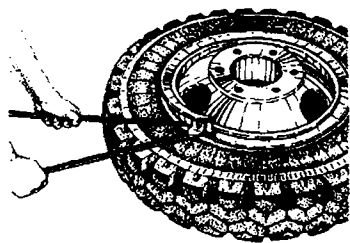

Рис. 5-13. Извлечение бортового кольца из замочной канавки обода
6. Поддерживая бортовое кольцо вилочной лопаткой, выжимать бортовое кольцо, пока оно не выйдет полностью из замочной канавки обода (рис. 5-13.).